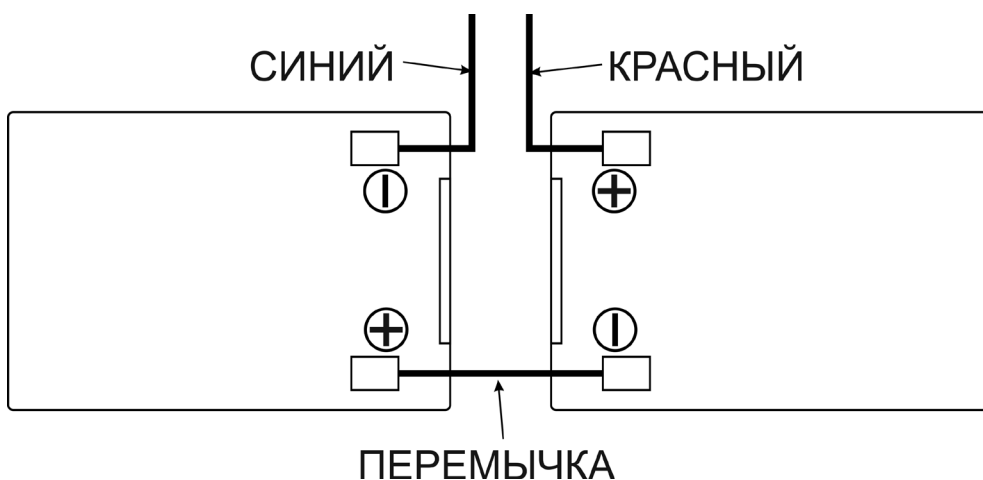

Рисунок 3.
В качестве резервного источника питания центральной станции используются две аккумуляторные батареи 12В 12А/ч. Для размещения батарей предусмотрена полка (3). Батареи соединяются последовательно, образуя резервный источник питания с напряжением 24В (рисунок 3). Последовательное соединение батарей осуществляется перемычкой с ответными частями для ножевых клемм. Перемычка поставляется вместе со станцией. Провода для подключения резервного источника питания к плате станции расположены на аккумуляторной полке (3).